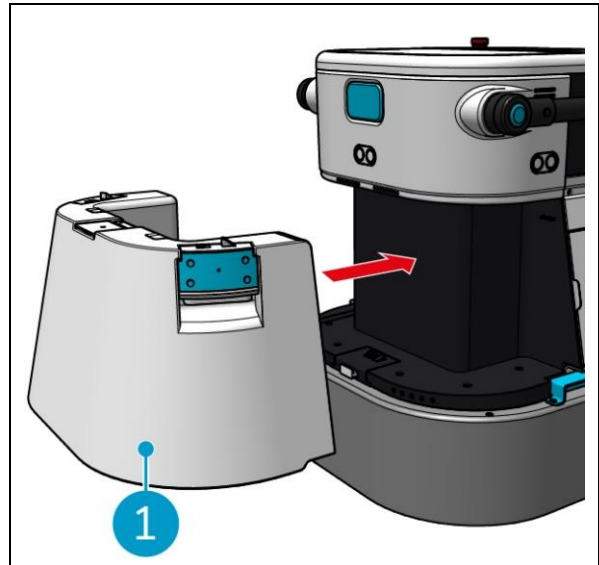

Figura 16
8. Far scorrere di nuovo il serbatoio dell'acqua pulita nel co-botic™ 45 utilizzando le maniglie blu, vedi Figura 16.